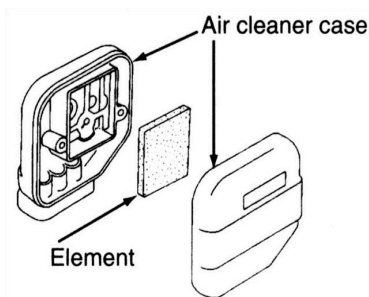

Fig. 19
- Suivez les mêmes procédures que dans. Fig.19